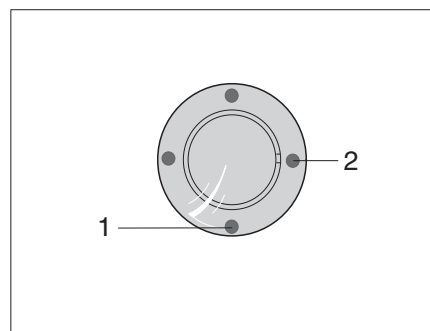
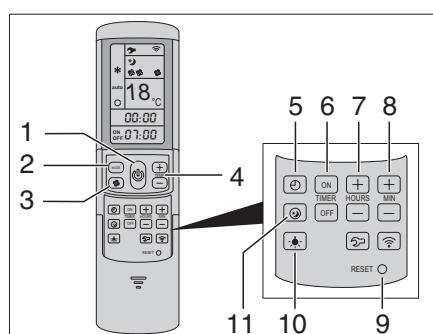

Fig. 120 Receptor IR/Indicación de la función
Fig. 121 Mando a distancia
La instalación de aire acondicionado está colocada en el techo del vehículo. El mando a distancia (Fig. 121) de la instalación de aire acondicionado está en la zona de la cocina.
La instalación de aire acondicionado está lista para el funcionamiento. El LED azul (Fig. 120,1) se enciende.
- Para conectar pulsar la tecla (Fig. 121,1) en el mando a distancia. El LED azul (Fig. 120,1) parpadea.
- Ajustar con la tecla MODE (Fig. 121,2) el modo de funcionamiento deseado.
- Si es necesario, ajustar con la tecla (Fig. 121,3) el nivel deseado del ventilador y con las teclas (Fig. 121,4) la temperatura ambiente.
En el funcionamiento de la refrigeración: Una vez alcanzada la temperatura ajustada en el mando a distancia, el LED azul (Fig. 120,1) se apaga, el compresor se apaga y el ventilador de circulación de aire continúa funcionando.
En el funcionamiento de la calefacción: Una vez alcanzada la temperatura ajustada en el mando a distancia, el LED azul (Fig. 120,2) se apaga, el compresor se apaga y el ventilador de circulación de aire continúa funcionando. Si la temperatura ambiente cae por debajo, el dispositivo vuelve automáticamente al funcionamiento de la calefacción.
- Para la desconexión pulsar de nuevo la tecla (Fig. 121,1) en el mando a distancia.
- Para la programación, encender la instalación de aire acondicionado con la tecla (Fig. 121,1) en el mando a distancia.
- Con la tecla (Fig. 121,2) ajustar el modo de funcionamiento deseado y con las teclas (Fig. 121,4) la temperatura ambiente.
- Con las teclas (Fig. 121,6) seleccionar la función deseada:
- Con las teclas (Fig. 121,7 y 8) seleccionar la hora de conexión deseada (15 minutos hasta 24 horas).
- Confirmar el ajuste con "ON" o "OFF" (Fig. 121,6).